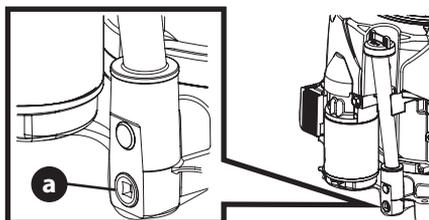

Figure 6
2. Retirez le bouchon (a) et laissez l'huile couler dans un récipient approprié (Figure 6).